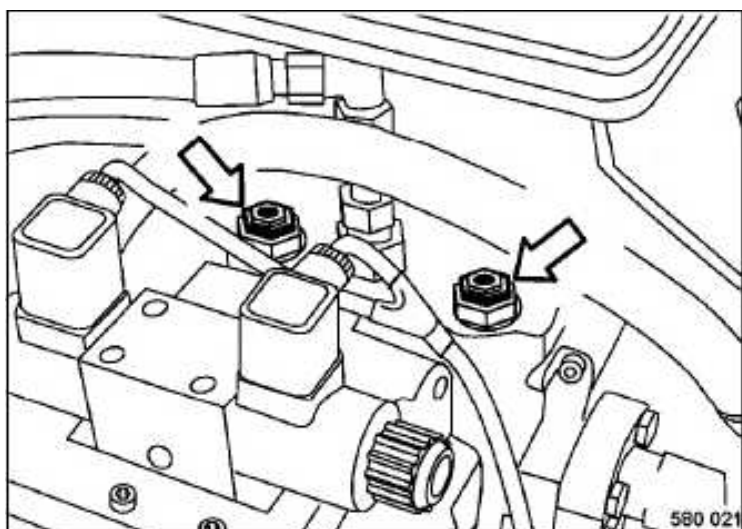

Fig. 65
- Desenroscar el hexagonal de ambas válvulas (Fig. 65) por aprox. 2 a 3 vueltas.